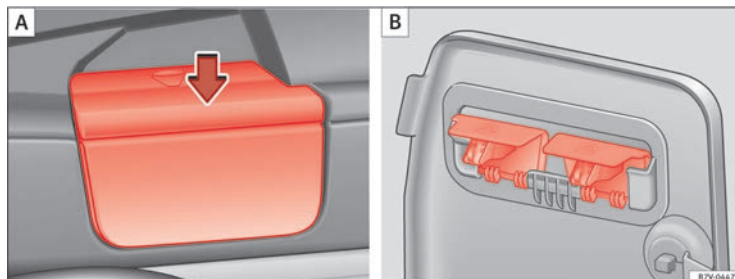

Fig. 92 Retire los soportes de la bandeja (A) y guárdela
- Retire la bandeja del soporte de los revestimientos laterales ⇒ **fig. 92 (A)**. Para ello, presione la bandeja hacia arriba (flecha) y extraíga-la.